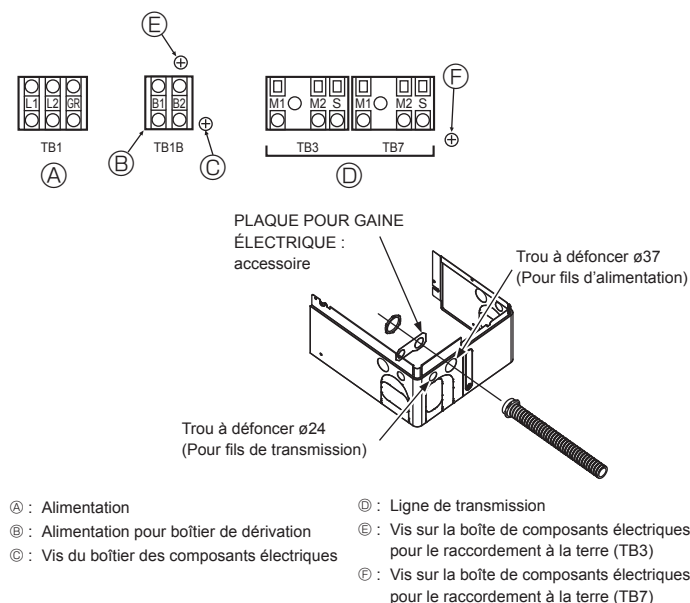

Fig. 6-1
- ⑩ Avant de mettre l'appareil extérieur sous tension, veiller à mettre sous tension les appareils intérieurs et les boîtiers de dérivation.
6.2. Boîtier de commande et emplacement pour le raccordement des câbles (Fig. 6-1)